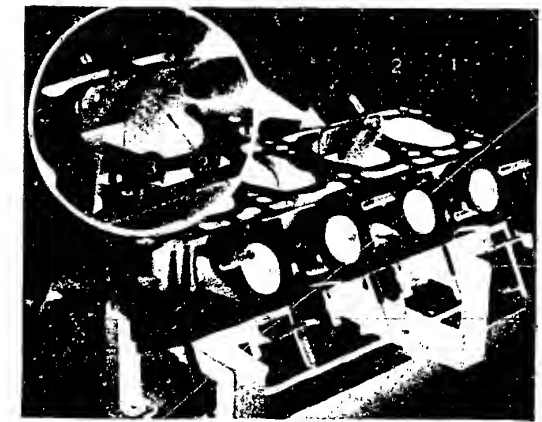

Bild 4 Benzinmotoren: Nach dem Bearbeiten darf der Luftspalt zwischen Zylinderkopfplanfläche und der Lehre A.96229 höchstens 0,25mm betragen.
a) Nach dem Bearbeiten der Zylinderkopf-Planfläche ist mit der Lehre A.96229 die Brennraumtiefe zu kontrollieren (Bild 4).